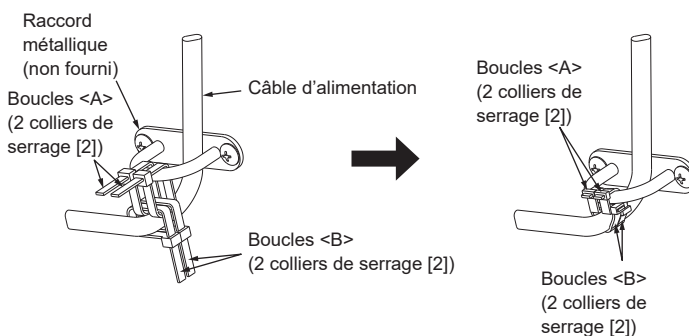

Fig. 4-8
- (1) Acheminez le câble d'alimentation électrique dans le raccord métallique. (Fig. 4-8)
- (2) Faites passer 2 colliers de serrage [2] en boucle par le raccord métallique <A>.
- (3) Faites passer 2 colliers de serrage [2] en boucle autour du câble et des boucles <A>.
- (4) Serrez les boucles <A>
- (5) Serrez les boucles